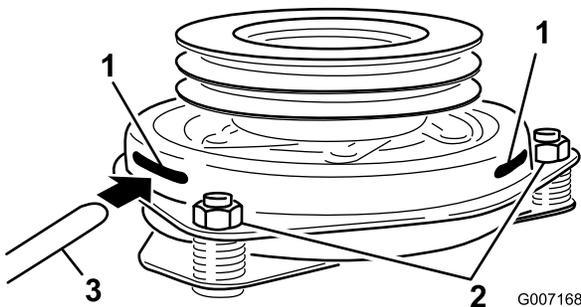

Bild 54
- Stecken Sie eine 0,381 bis 0,533 mm Fühlerlehre durch einen Prüfschlitz in die Seite der Baugruppe. Stellen Sie sicher, dass die Lehre zwischen dem Anschlussstück und den Rotorabtrieboberflächen ist (Bild 54).
- Ziehen Sie die Sicherungsmuttern fest, bis die Fühlerlehre etwas fest sitzt, jedoch leicht bewegt werden kann (Bild 54).